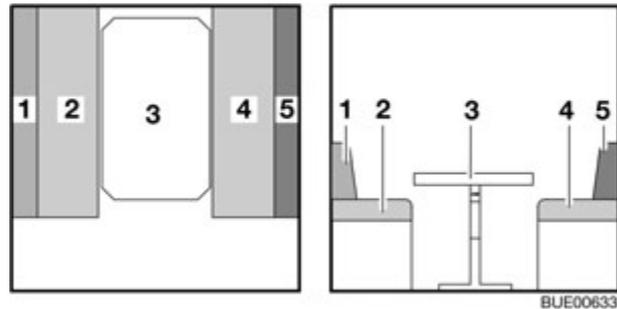

Fig. 101 Avant la transformation
- Convertir la table (Fig. 101,3) en sommier de lit (voir paragraphe 7.7).